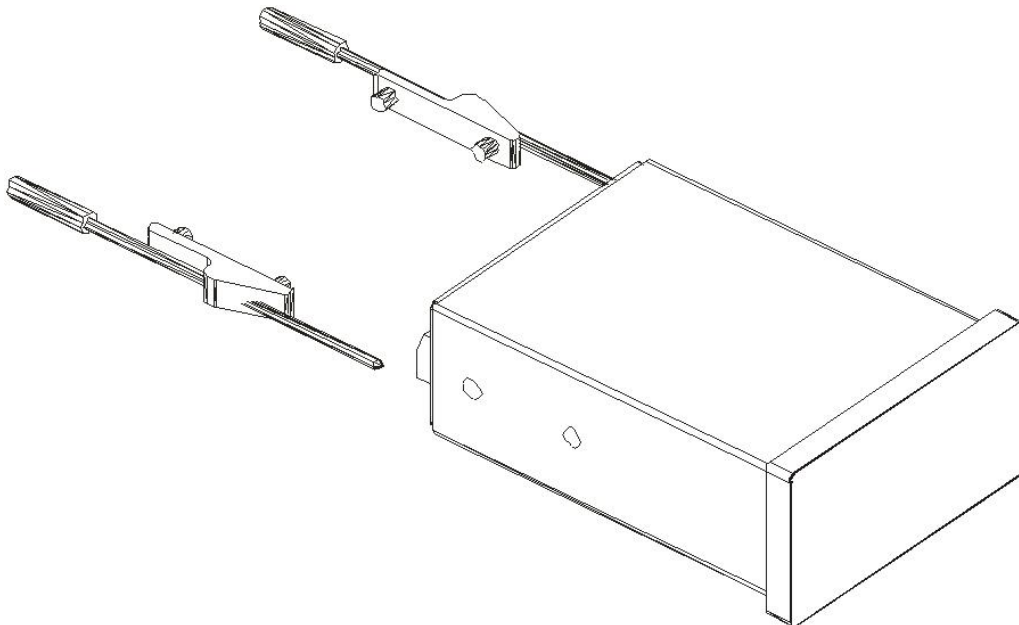

Figura 5 - Fixação do IM-110 em painel
L_FrE9 – Frequência (0~30000 Hz), Com linearização do sinal ①	Utilizar os terminais 12 e 13 (veja Figura 5) e selecionar dip-switch na parte inferior do equipamento.